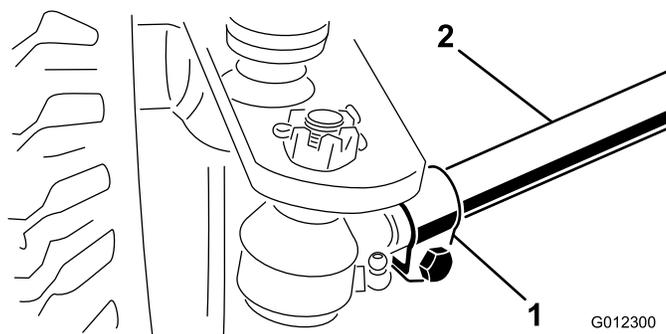

Figura 36
2. Desaperte as abraçadeiras que estão em ambas as extremidades das barras de ligação (Figura 36).